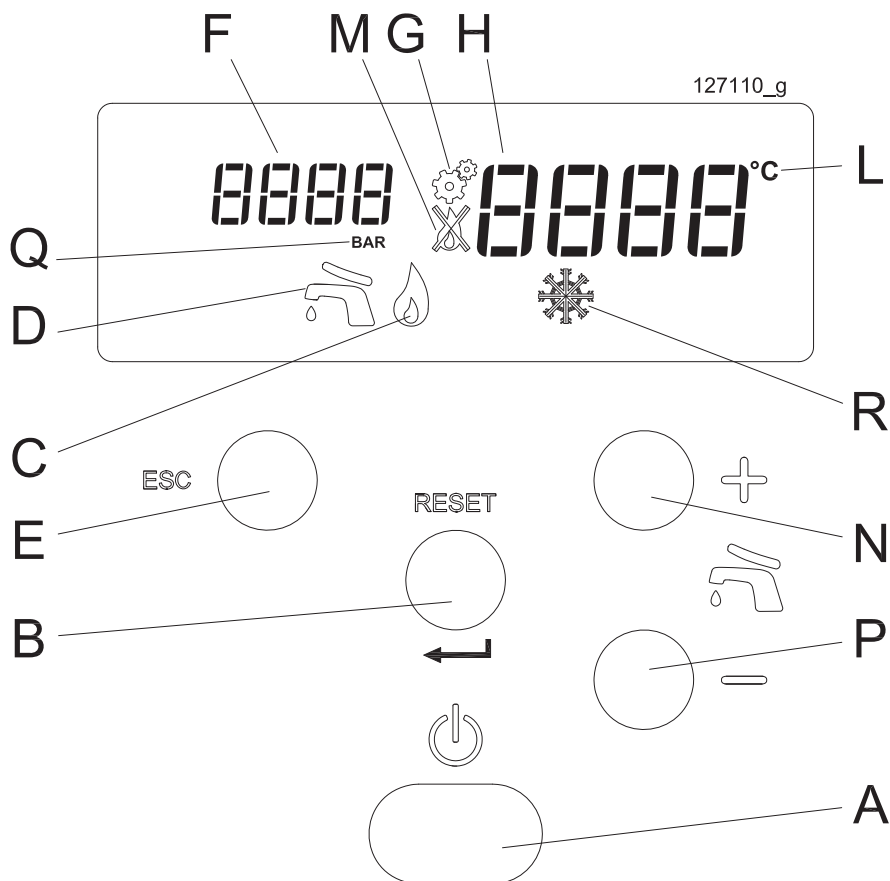

Figure 7-1 - Tableau de commandes
- 1.- Allumer l'appareil au moyen de l'interrupteur « A » de la Figure 7-1;
Légende de la Figure 7-1
Le réglage de la température de l'eau chaude sanitaire s'effectue à l'aide des touches  et . Lorsqu'une des deux touches est appuyées, le viseur « H » de la Figure 7-1 commence à clignoter et indique la température réglée. Le champ de réglage de la température sanitaire va de 40 °C à 60 °C.
En maintenant appuyé la touche  même en-dessous de 40°C, l'inscription **OFF** s'affiche pour indiquer l'extinction du service sanitaire, signalé par l'extinction de l'icône « D » de la Figure 7-1.
Pour visualiser les paramètres disponibles en consultation pour ce profil, appuyer une fois sur la touche RESET. Le viseur « F » de la Figure 7-1 indique le paramètre 0.000.